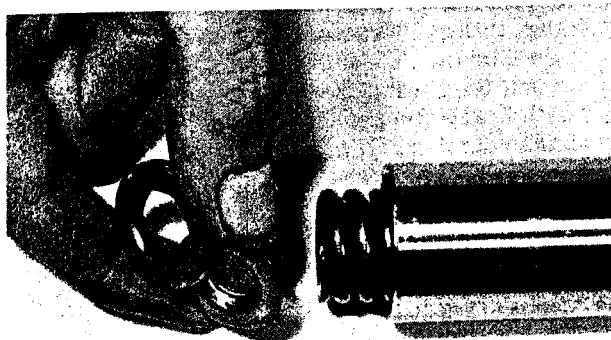
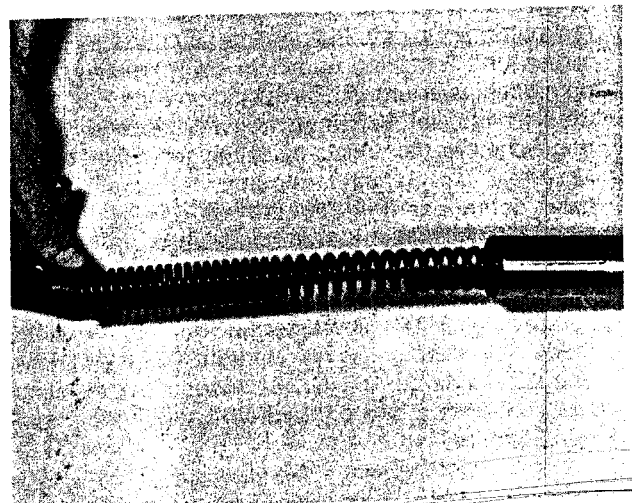

Bild 213
Bild 214
- Das Standrohr nahe beim oberen Ende in senkrechter Stellung in einem Schraubstock einspannen. Das Gabelrohr mit einem Lappen oder einem alten Luftschlauch umwickeln, damit es nicht beschädigt wird, und den Schraubstock nicht zu fest anziehen, damit das Rohr nicht zerdrückt wird. Mit einem Innensechskantschlüssel den Verschlussstopfen aus dem Standrohr ausschrauben (Bild 213). Vor dem Erreichen des Gewindeendes nach unten auf den Stopfen drücken, um die Federkraft aufzunehmen. Den Stopfen ganz ausschrauben und Federteller und Feder ausbauen (Bild 214). Die Feder ist voll Öl, da das Gabelöl noch nicht abgelassen wurde.